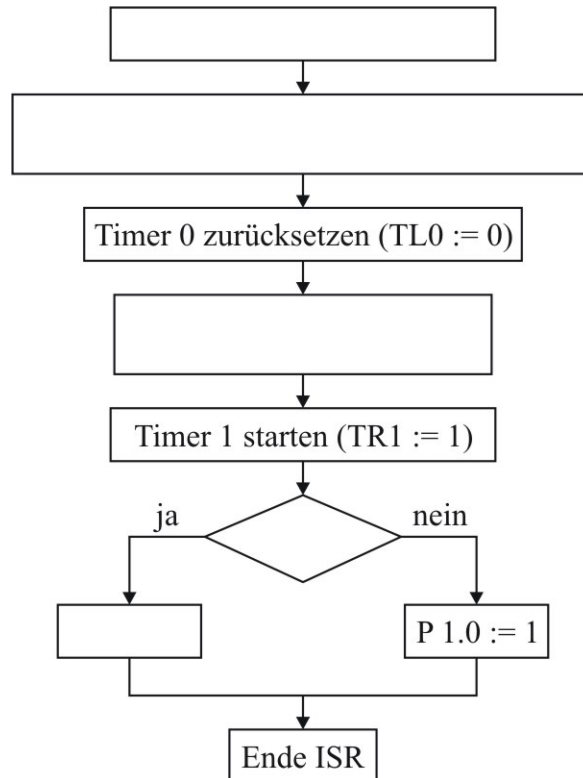

Abbildung 4.1: Flussdiagramm der Interruptroutine von Timer 1
- c) Vervollständigen Sie das Flussdiagramm in Abbildung 4.1 für die Interruptroutine von Timer 1! Geben Sie dabei neben dem Kommentar jeweils auch den entsprechenden Assemblerbefehl an.